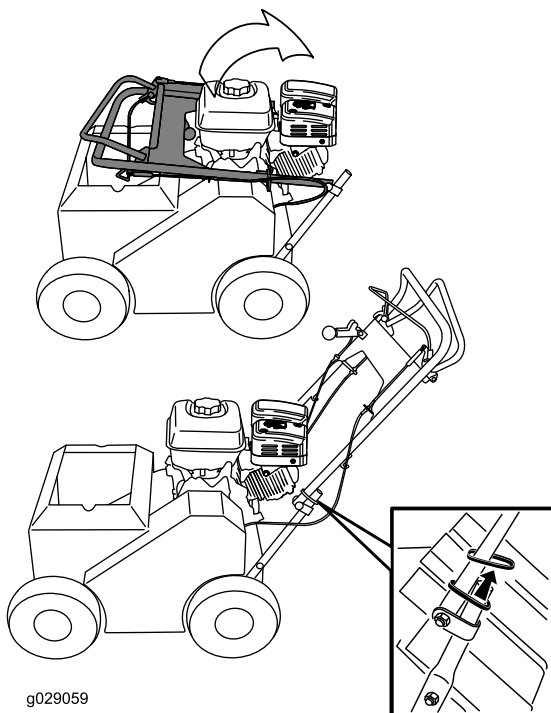

Figura 3
1. Sollevare la stegola in posizione operativa (Figura 3).
2. Fate scorrere gli anelli di bloccaggio ovali verso il basso lungo ciascun lato della stegola superiore e sulla maniglia inferiore (Figura 3), bloccando tra loro le sezioni delle stegole.